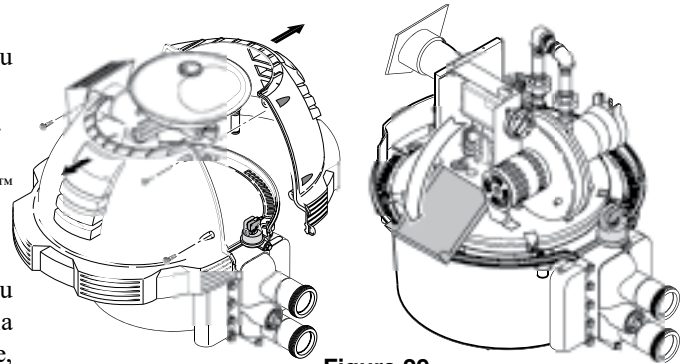

Figure 29.
2. Dérégler et retirer les demi-corps supérieurs (voir la Figure 29).
- Brancher les fils entre les terminaux du coupe-circuit du chauffe-eau et le relais électrique. Brancher les fils de la commande ou de la minuterie au coupe-circuit. La commande, minuterie ou le relais doit être calibré pour une tension de 24 v c.a. à 0,5 ampère (parce qu'ils compléteront le circuit du tableau de commande sur le chauffe-eau, tel qu'illustré dans la Figure 29). NE PAS câbler les terminaux du coupe-circuit avec une tension secteur. Utiliser un fil de calibre 18 avec une isolation de 3/64 po (1,2 mm) d'épaisseur, câblé pour une élévation de température d'au moins 105 °C.